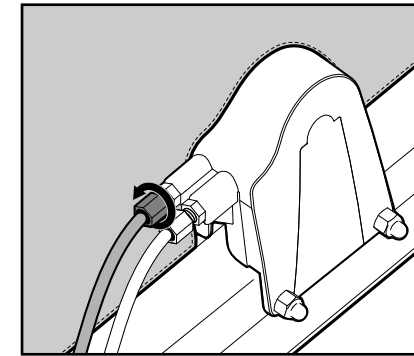

Abbildung 36
- c. Zum Einstellen des Bremszugs den entsprechenden Zugeinsteller gegen den Uhrzeigersinn drehen, sodass der Bremszug fester angezogen wird (Abb. 36). Am linken Versteller für die rechte Bremse und am rechten Versteller für die linke Bremse drehen.